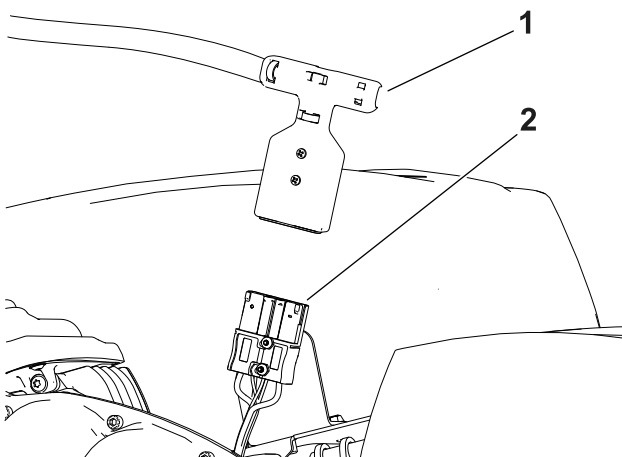

Figure 25
5. Débranchez la batterie en retirant le connecteur à poignée en T du connecteur d'alimentation principale (Figure 25).